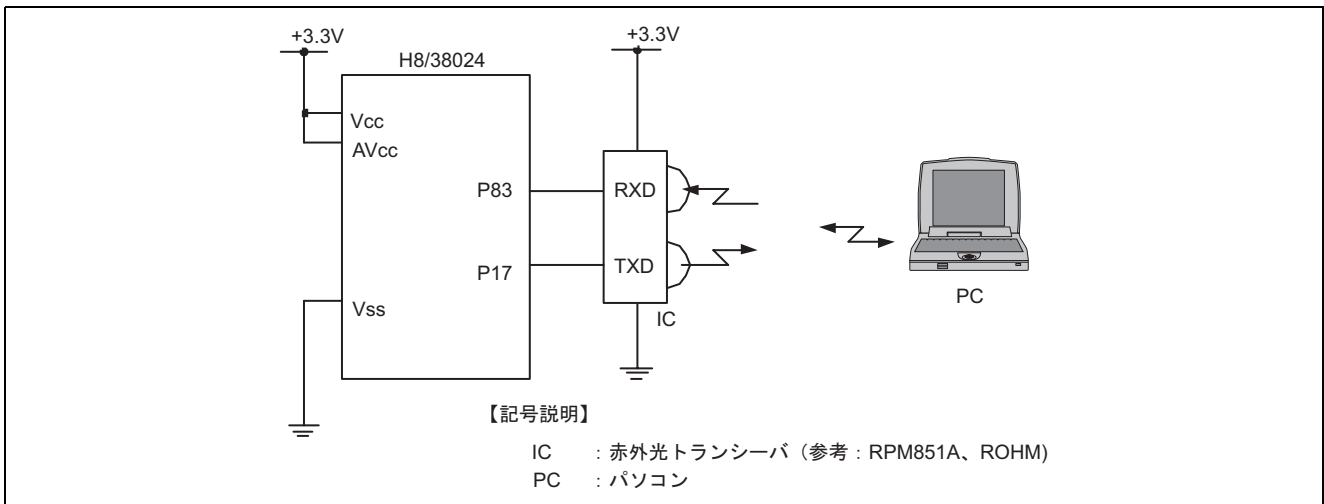

図 1 ハードウェア構成
- (1) 図 1 に赤外光トランシーバを使用したデータ送受信のハードウェア構成を示します。
- (2) 本タスク例では、パソコンの IrDA ポートから送信された文字を赤外光トランシーバで受信し、受信した文字のアスキーコードをインクリメントし、その文字を赤外線トランシーバを経由してパソコンに返信します。パソコンのモニタにはインクリメントされたアスキーコードに対応した文字が表示されます。
- (3) 本タスク例における H8/38024 の動作電圧(Vcc)およびアナログ電源電圧(AVcc)は 3.3V、OSC クロック周波数は 10MHz、ウオッチクロック周波数は 32.768kHz です。